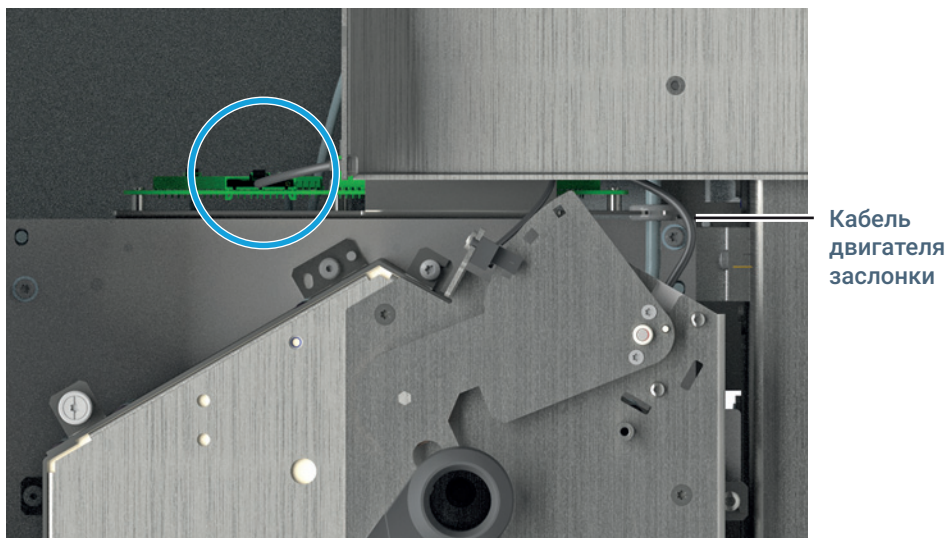

Рис. 11. Отсоедините кабель мотора заслонки на панели разъемов
- 7 Отсоедините кабель мотора заслонки на панели разъемов. (Рис. 11)